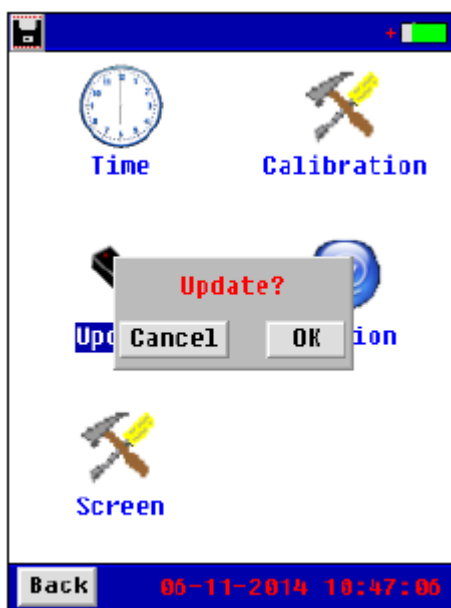

Рисунок 3.4.3
1. Сохраните новое программное обеспечение в корневом каталоге внешней памяти USB, подсоедините внешнюю память USB к тестеру, нажмите Update (обновить) под System (система) и нажмите [OK] (смотрите рисунок 3.4.3). На экране будет показан процесс обновления. По завершении обновления на дисплее тестера автоматически появится стартовый экран.